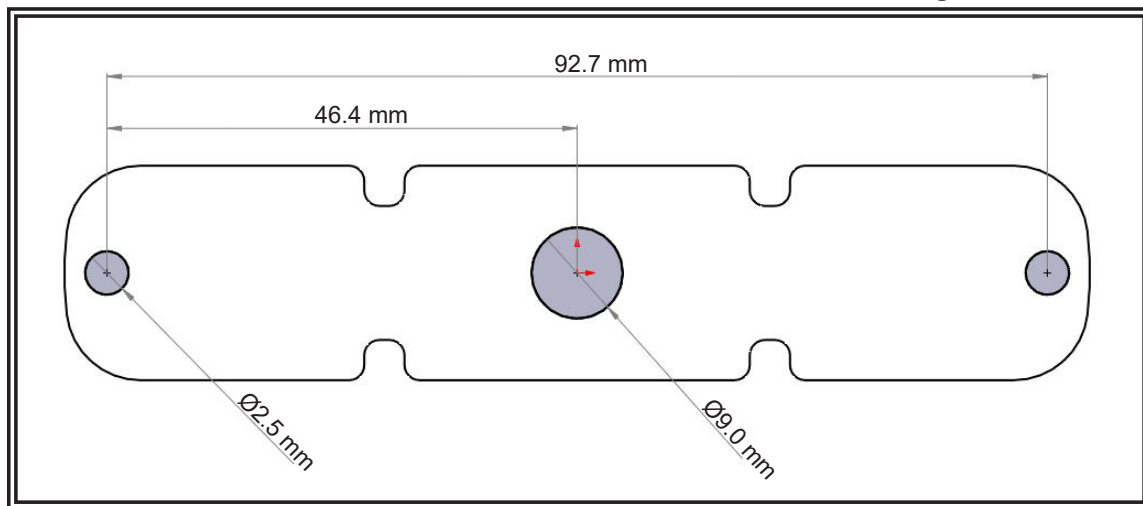

Figure 2
Étape 2 En utilisant le long joint d'étanchéité comme gabarit, marquez deux trous sur une surface de montage plate pour insérer les vis et un troisième trou central pour l'acheminement des câbles. Percez les deux trous de montage à l'aide d'un foret de 2,5 mm ou n° 40. Percez le trou central à l'aide d'un foret de 9 mm ou d'un foret en T. Voir la Figure 2.